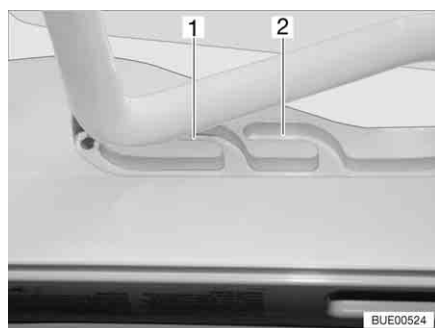
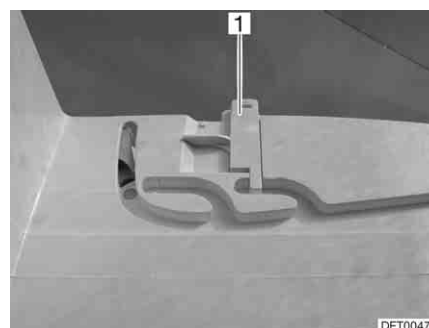

Fig. 65 Oblò Heki in posizione di ricircolo d'aria
Fig. 66 Bloccaggio della posizione di ricircolo d'aria
È possibile portare l'oblò Heki in due posizioni di ricircolo d'aria: Posizione brutto tempo (Fig. 65,1) e posizione centrale (Fig. 65,2). A seconda del modello, l'oblò può essere bloccato sulla posizione centrale del suo telaio con i due chiavistelli (Fig. 66,1) di sinistra e destra.
- Premere la staffa leggermente verso l'alto, spingerla nella guida selezionata (Fig. 65,1 o 2) ed eventualmente bloccarla.